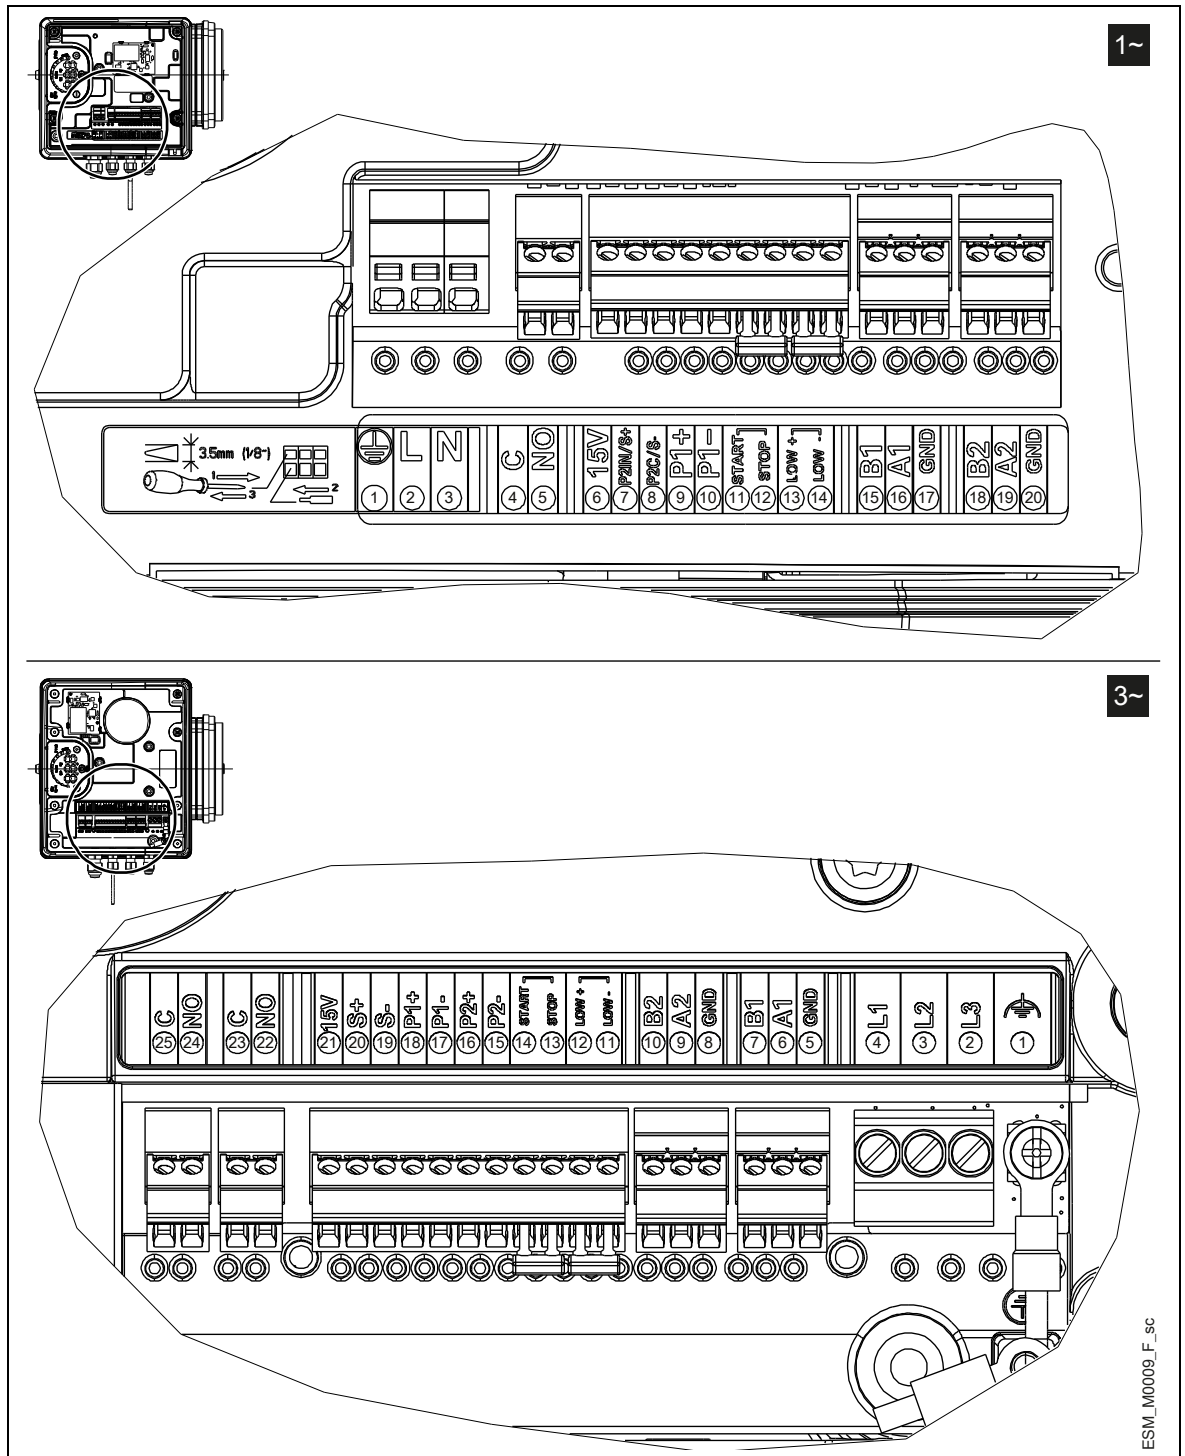

Figure 10 : Étiquettes des connecteurs
2. Brancher le câble selon le schéma de câblage.	Fig. 10